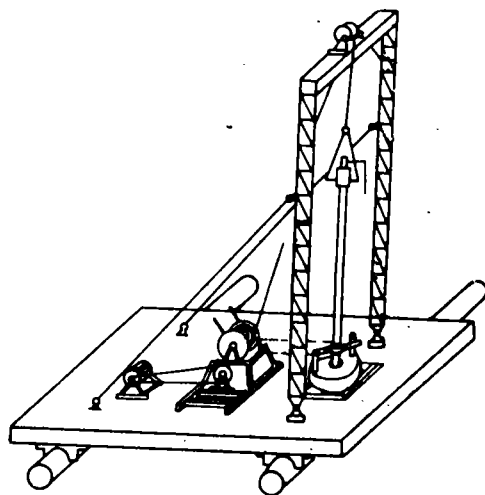

图1 改装的北京800型钻机示意图
4. 改装的北京800型转盘钻机,配4PS—160砂石泵。机上钻杆为89毫米的方钻杆,配 $\varnothing 89$ 毫米的钻杆,水接头通水管内径加粗到70毫米,配有8米高的龙门式钻塔(图1)。组合机台下边装有 $\varnothing 146$ 毫米滚动管,搬迁方便。采用活动式转盘组装,上下钻头可拆卸、吊开,井上可通过1.2米钻头。回转体加大、加厚,转盘柱柱加高 主动